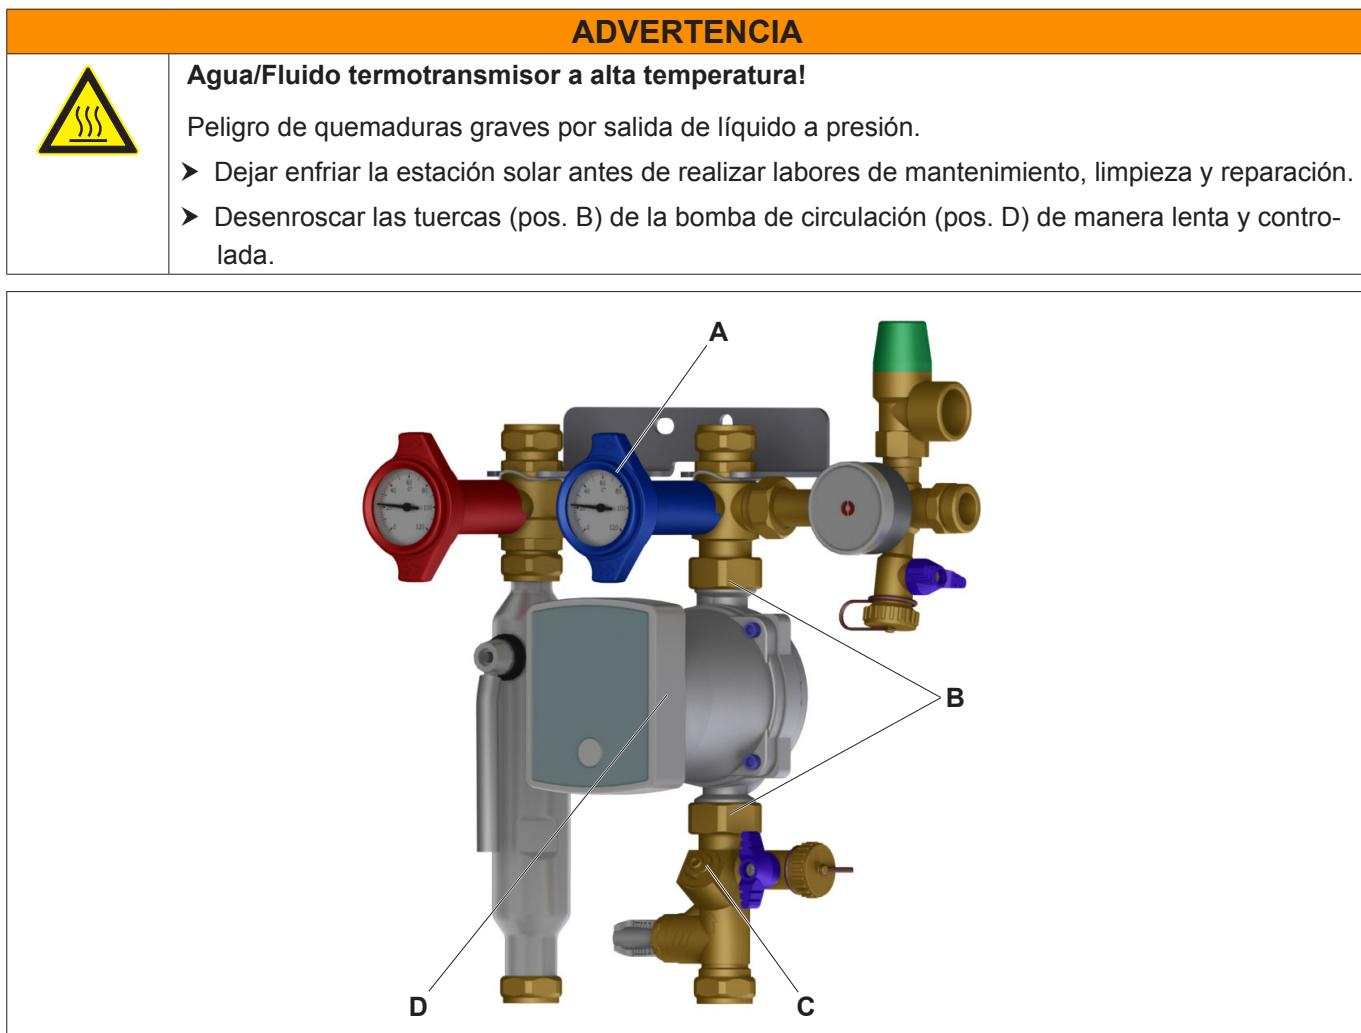

Fig. 11: Desmontar la bomba de circulación del circuito solar (ilustración ref. al mod. 8130 con tubo purga y controlador)
- Cerrar la válvula de regulación/interceptación (pos. C, vea Fig. 11 en página 17).
- Desconectar los cables de la bomba solar (pos. D, vea Fig. 11 en página 17).
- Abrir lentamente la válvula de bola de la vuelta (válvula multifuncional pos. A, vea Fig. 11 en página 17) girando 90° la empuñadura de termómetro en sentido opuesto a las agujas del reloj hasta el punto de parada (vea „Fig. 5: Posiciones de la empuñadura de termómetro“ en página 14).
- Abrir lentamente la válvula de regulación/interceptación (pos. C, vea Fig. 11 en página 17).
- Regular el caudal con una llave allen del 4 (pos. C, vea Fig. 11 en página 17).